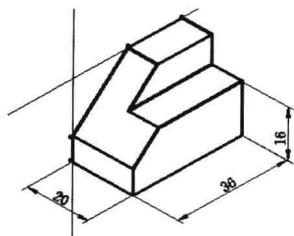

图 7-4-17
(13) 选择菜单命令“绘图 / 构造线”，绘制顶边和侧边的延伸线，如图 7-4-17 所示。